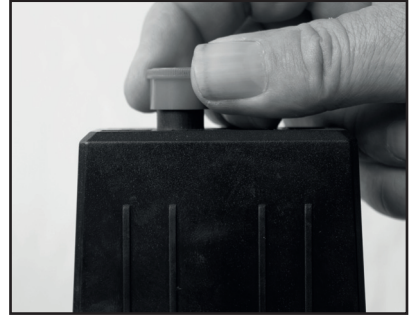

FIG.4
9.2 INITIAL STARTUP - FIGS. 4 - 5